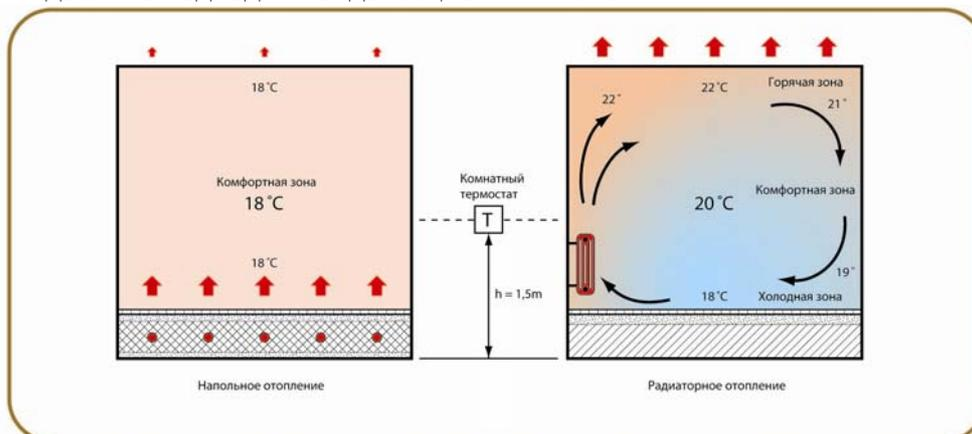

Рисунок 12 Температурный режим помещения при использовании напольного и конвекторного отопления
- Оптимальное распределение температуры по высоте помещения. Рисунок 12 иллюстрируют примерное распределение температур по высоте помещения при использовании традиционного отопления и напольного. Распределение температур, при напольном отоплении, ощущается человеком как наиболее благоприятное. Также необходимо отметить снижение потерь тепла через потолок, так как разность температур внутренний воздух - наружный воздух существенно снижается, и мы получаем комфортное тепло только там где нужно, а не отапливаем окружающую среду через крышу. Это позволяет эффективно использовать систему напольного отопления для зданий с высокими потолками – церквей, выставочных холлов, спортзалов и т.п.